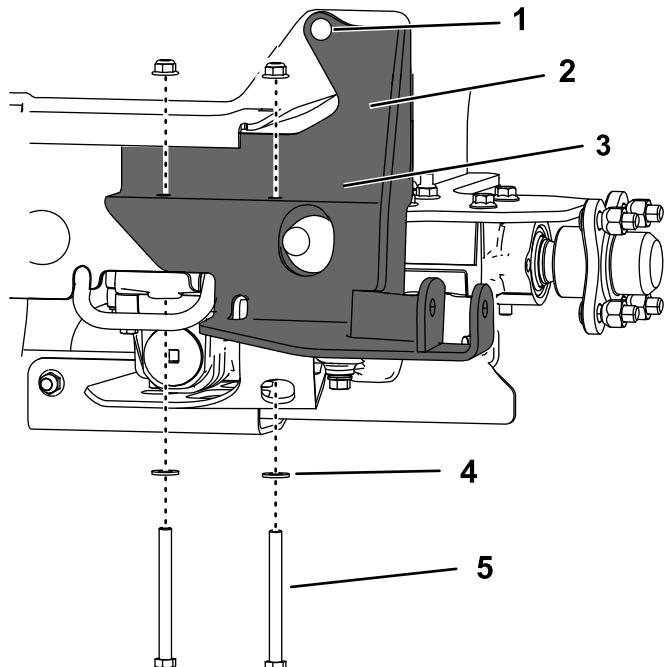

図 10
6. 下側ブラケットをトランスマッisionに取り付ける先ほど外したナット2個、平ワッシャ2枚、ボルト $\frac{3}{8}$ " x 4"2本を使用して図10のように取り付ける。